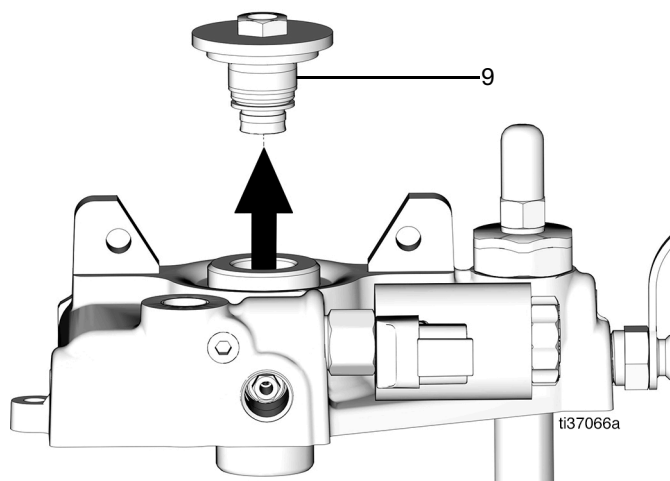

FIG. 47
30. Quite la tuerca de retención (9) que hay en el alojamiento superior (FIG. 47).